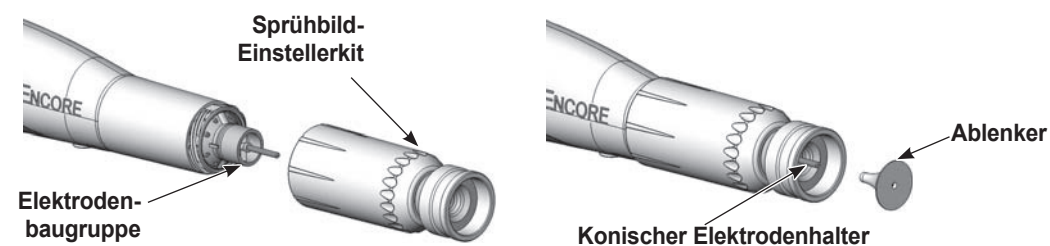

Abbildung 4-9 Installation des Sprühbild-Einstellerkits
3. Siehe Abbildung 4-9. Die integrierte Konusdüse auf der Elektrodenbaugruppe anbringen und die Düsenmutter im Uhrzeigersinn handfest aufschrauben.